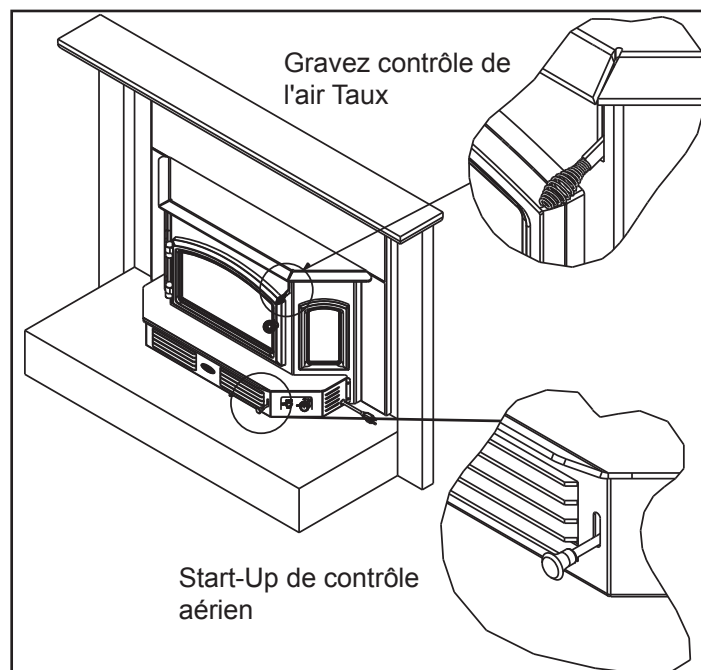

Figure 10.1 Start-up et Burn Rate Controls Air
Le contrôle de l'air située dans le coin supérieur droit est utilisé pour ajuster les taux de brûler. C'est ce qu'on appelle le contrôle Taux de combustion de l'air. **Figure 10.1 à la page 10.**
- Pousser le contrôle d'Air Start-Up tous le chemin du retour jusqu'à ce qu'il s'arrête et ensuite tirer vers l'avant à l'avant de l'appareil jusqu'à ce qu'il s'arrête. **Figure 10.1.**
- L'incendie est maintenant contrôlé par l'air fourni par le contrôle aérien Taux de combustion. **Figure 10.1.**
- Appuyer sur le Start-Up Air Control 3 / 8 pouce (9,5 mm) de retour pour permettre à l'air à l'arrière pour entrer dans la chambre de combustion. **Figure 10.1.**